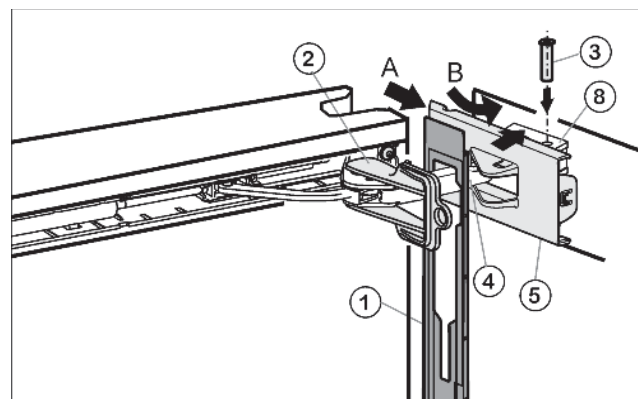

Рис. 16
- ▶ Натяните заглушку Рис. 16 (1) на рычаг доводчика Рис. 16 (4) таким образом, чтобы стопор показался наружу и передней стороной к прибору.
- ▶ Отодвиньте защитную крышку Рис. 16 (5) наружу и поверните (В) над опорной деталью Рис. 16 (8).
- ▶ Насадите защитную крышку Рис. 16 (5) и зафиксируйте.
- ▶ Потяните рычаг доводчика Рис. 16 (4) к опорной детали и сверху вставьте болты Рис. 16 (3) таким образом, чтобы квадратная головка села в углубление.
- ▶ Полностью зафиксируйте защитную крышку Рис. 16 (5) на опорной детали.
- ▶ Повернув, снимите предохранитель Рис. 16 (2).
- ▶ Вставьте заглушку Рис. 16 (1) на дверь и зафиксируйте.